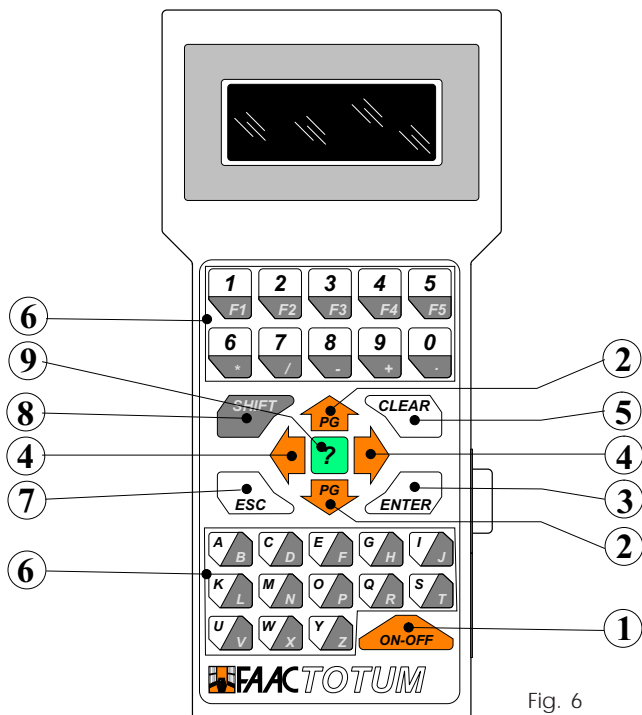

Fig. 6
1) positionner le curseur sur l'option désirée au moyen des touches fléchées verticales ou horizontales (fig.6 rep.2-4) et appuyer sur ENTER (fig.6 rep.3) pour la valider et passer à l'écran suivant.